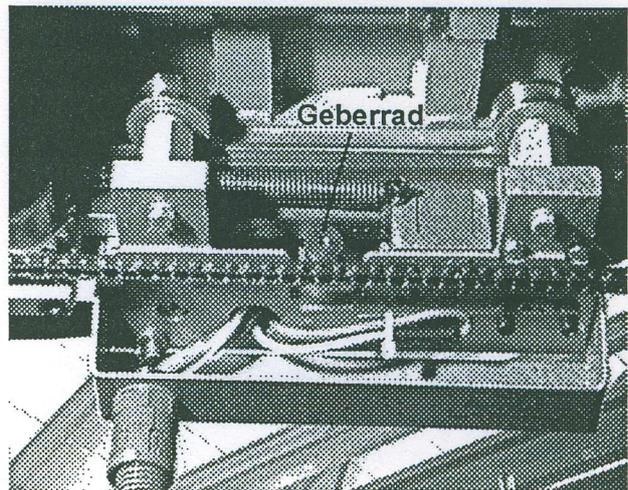
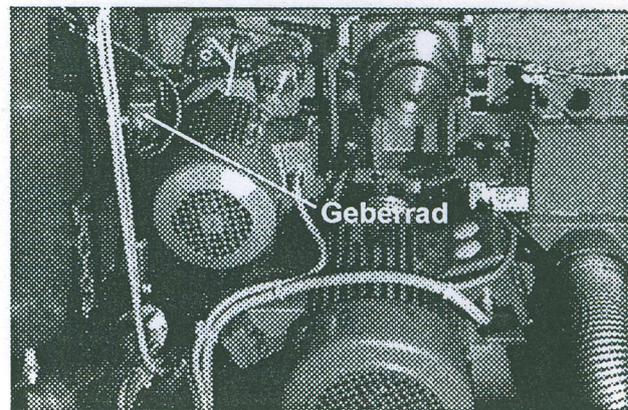

Bild 7.1
Bild 7.2
- Das Geberrad für die Schnittbreitenanzeige befindet sich unter dem Kreissägelinéal (Bild 7.1), das Geberrad für die Sägeblattschwenkung im Maschineninnenraum links neben dem Motor an der Führungsschiene (siehe auch Bild 7.2).